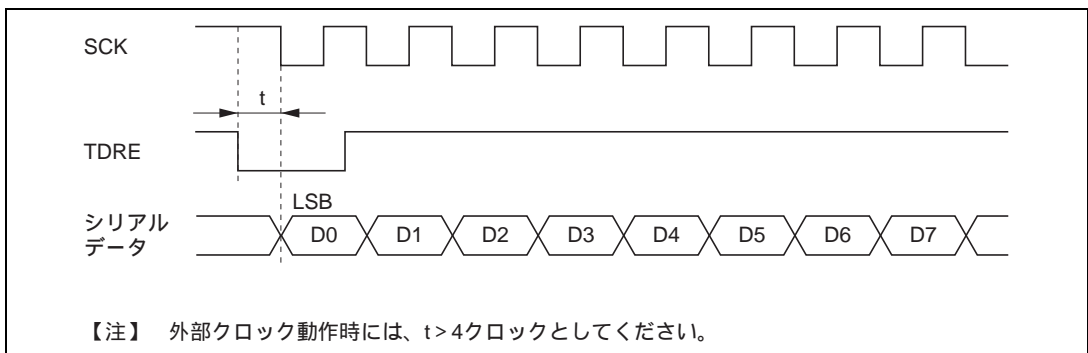

図 15.24 DTC によるクロック同期式送信時の例
(7) DTC 使用上の制約事項
- (a) 同期クロックに外部クロックソースを使用する場合、DTCによるTDRの更新後、φクロックで5クロック以上経過した後に、送信クロックを入力してください。TDRの更新後4クロック以内に送信クロックを入力すると、誤動作することがあります(図15.24)。